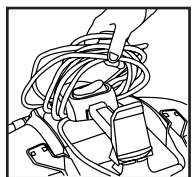

FIGURE 31
53. Saisissez l'ensemble du cordon d'alimentation inséré derrière la poignée et dégagez, en tirant au dessus de la section arrière du rebobineur. Tirez l'ensemble du cordon d'alimentation vers l'avant de l'aspirateur jusqu'à ce qu'il se dégage au complet de la section avant du rebobineur. **FIGURE 31.**